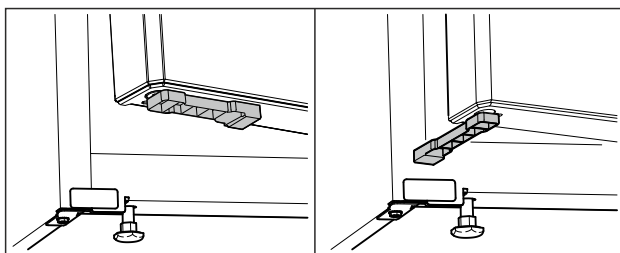

Fig. 65 *
- Ruotare il distanziale della porta di 90°. (vedere Fig. 65) *